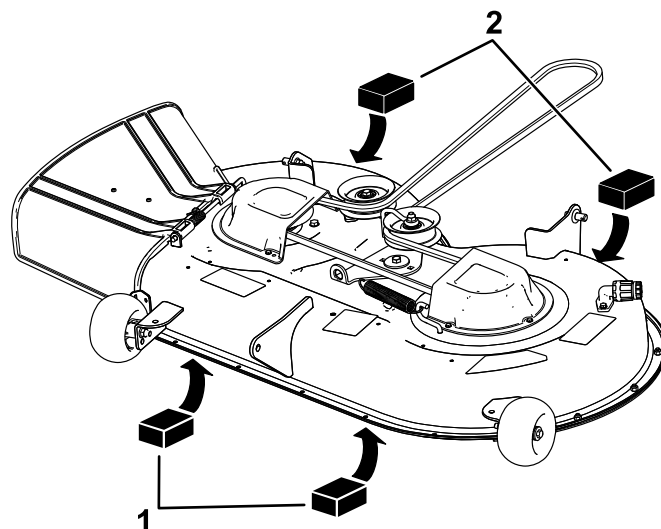

Bild 70
4. Legen Sie zwei 6,6 cm dicke Blöcke an jeder Seite unter die vordere Kante des Mähwerks, jedoch nicht unter die Halterungen der Antiskalpierrollen (**Bild 70**).
5. Legen Sie zwei 7,3 cm dicke Blöcke unter die hintere Kante des Mähwerks, einen an jeder Seite des Mähwerks (**Bild 70**).